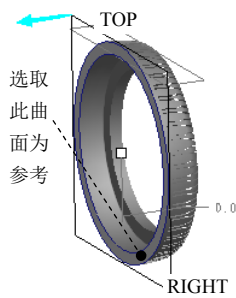
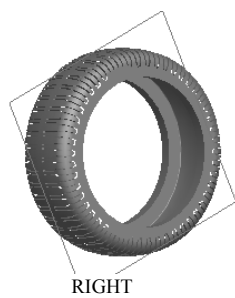

图 8.10.15 选取曲面
图 8.10.16 镜像特征
Step8. 创建图 8.10.16 所示的镜像复制特征。
(1) 在 **模型** 功能选项卡选取 **操作**  **特征操作** 命令。
(2) 在菜单管理器中选择 **Copy (复制)**  **Mirror (镜像)**  **All Feat (所有特征)**  **Independent (独立)**  **Done (完成)** 命令。
(3) 选择 **Plane (平面)** 命令, 再选取图 8.10.15 所示的 DTM1 基准平面为镜像中心平面; 选择 **Done (完成)** 命令。